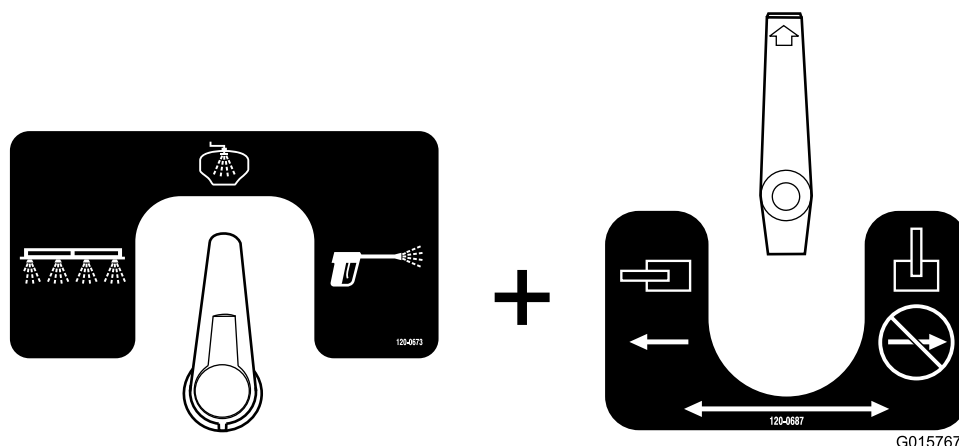

Figura 53
- Aceasta este configurația pentru clătirea rezervorului (Figura 53). Folosiți această configurație pentru a pulveriza apa de clătire prin duzele pentru clătire, din rezervor.